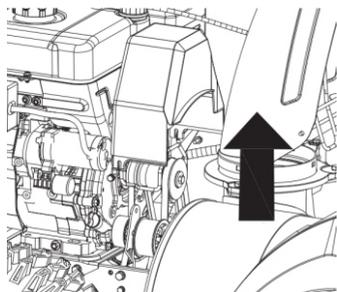

Рис. 28
- Снимите кожух ремня, открутив два болта (рис. 28).